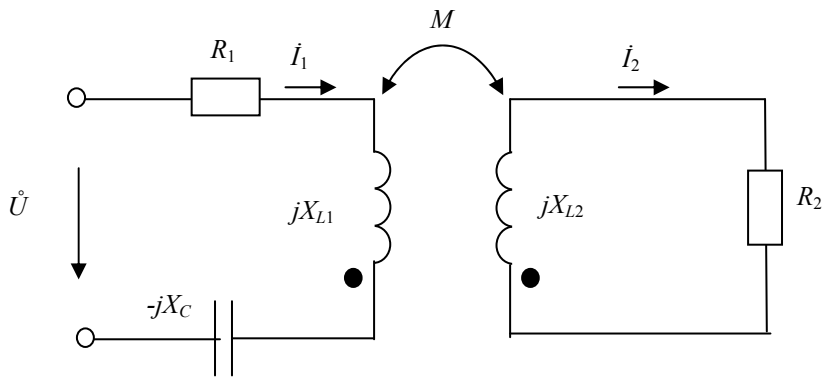

Рис. 2.34
2.3.6. Каким должно быть емкостное сопротивление  $X_C$  в цепи (рис. 2.34), чтобы входной ток совпал по фазе с входным напряжением, если  $X_{L1} = 10 \text{ Ом}$ ;  $X_{L2} = 20 \text{ Ом}$ ;  $X_M = 10 \text{ Ом}$ ;  $R_2 = 10 \text{ Ом}$ ;  $R_1 = 2 \text{ Ом}$ ;  $\dot{U} = 100 \text{ В}$ .